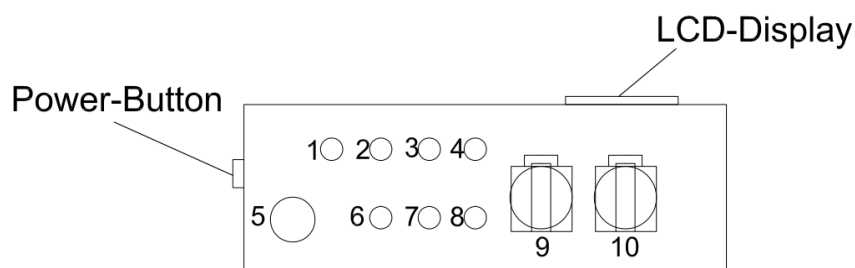

Abbildung 11: Anschlüsse auf Unterseite der Steuereinheit
- Störmeldekabel durch vorhandene freie Kabelverschraubung an Unterseite des Steuergehäuses in das Steuergehäuse hineinziehen (siehe hierzu Abbildung 11).
Die Einbindung eines externen Alarmsignals (24 VDC) an die Steuereinheit ist möglich. Der Anschluss muss über einen potentialfreien Ausgang des externen Gerätes erfolgen. Der Störmeldeeingang der Steuereinheit (Vgl. Abbildung 11) ist serienmäßig mit einem Öffnerkontakt belegt (tragbruchsicher). Die Störmeldung bleibt solange geöffnet (aktiv), bis die externe Störmeldung manuell deaktiviert wurde.